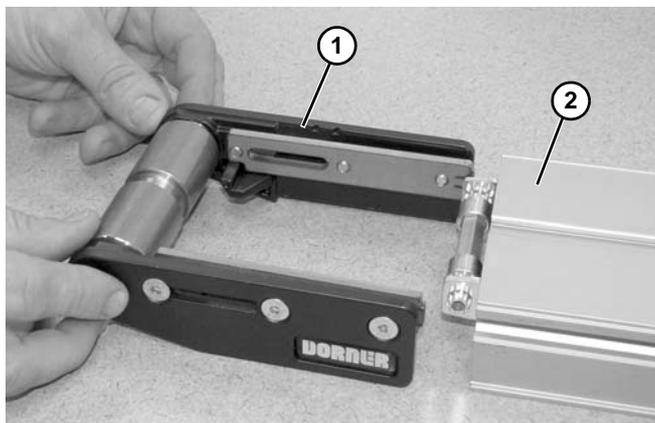

Figure 87
2. Retirer le rouleau de retour (**Figure 87, élément 1**) en glissant l'ensemble en dehors du convoyeur (**Figure 87, élément 2**).